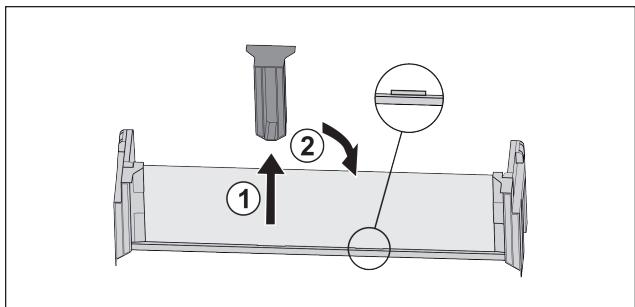

Fig. 110
- Снимите среднюю поддерживающую деталь Fig. 110 (1).
- Вставьте среднюю поддерживающую деталь во вторую позицию Fig. 110 (2).